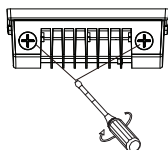

Fig. 14
- 3.) Réinstallez les bouchons d'entrée de câble, en vous assurant qu'ils sont étanches afin de prévenir l'accès de l'eau. Le bouchon en plastique transparent sera utilisé pour l'orifice du contrôleur de la photocellule (**Fig. 14**).